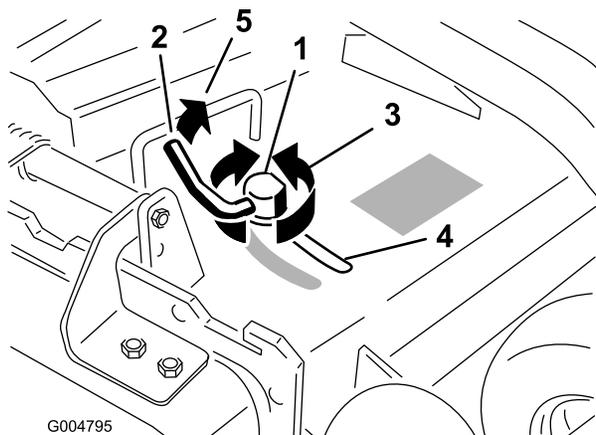

Bild 17
- Wenn Sie die Haltenocke einstellen möchten, schieben Sie den Hebel nach oben und lösen Sie die Haltenocke (Bild 17).
5. Schieben Sie den Hebel zurück, um das Ablenkblech und die Haltenocke festzuziehen (Bild 17).